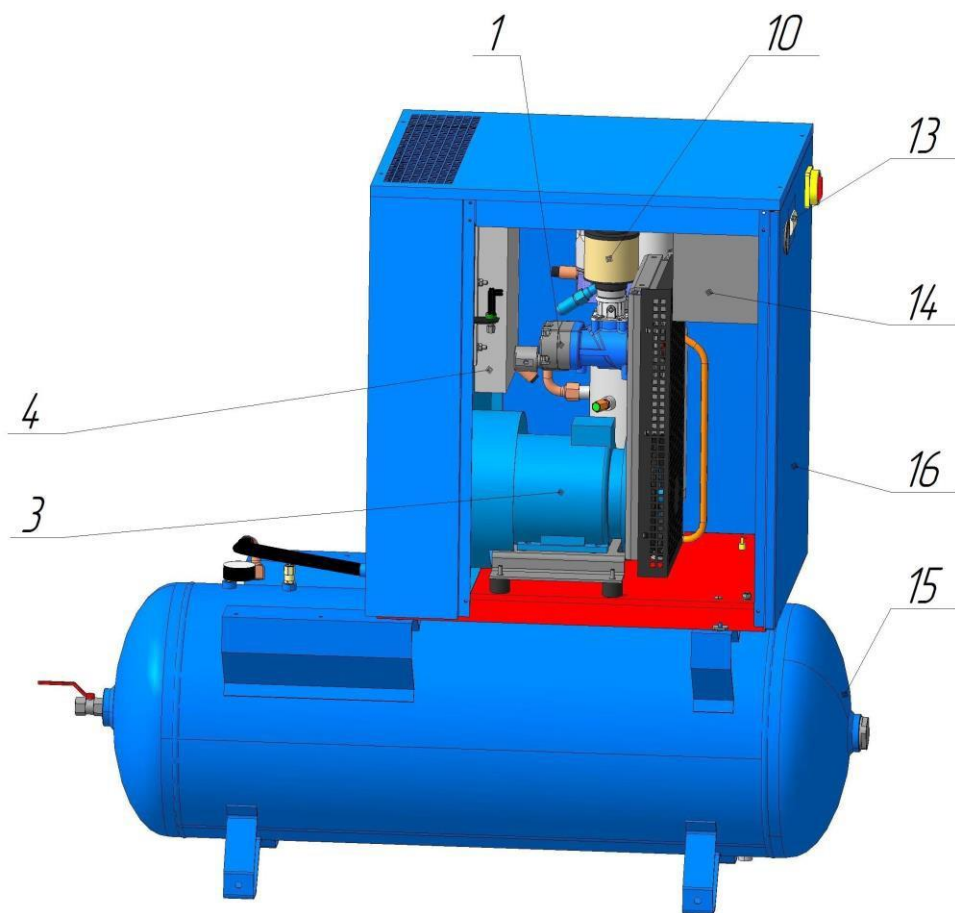

Рисунок 2 – Общий вид компрессорной установки ВК5Т-...-270, ВК7Т-...-270, ВК10Т-...-270
**15 – Ресивер воздушный** (см. рисунок 2) предназначен для сбора сжатого воздуха (управление компрессором осуществляется по избыточному давлению, создаваемому в ресивере или пневмомагистрале), устранения пульсации давления, предварительного отделения конденсата и масла. Ресивер одновременно является корпусом, на котором смонтированы агрегаты компрессорной установки.